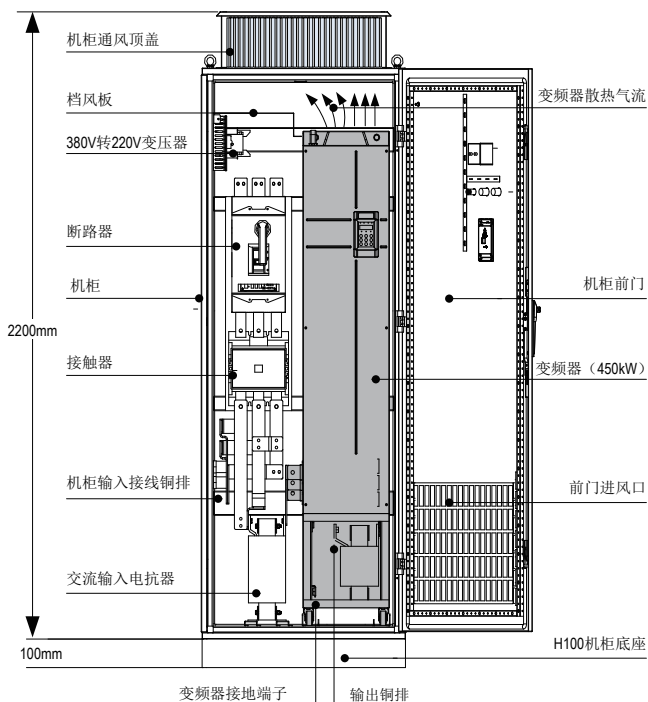

图 3-14 机柜布局推荐
- 在柜内安装时，请参照机柜布局示意图（如下图 3-14 所示），机柜框架为 2200*800*600（单位 mm，含 H200 机柜通风顶盖），为了确保机柜的安装，必须加上 H100 的机柜底座。要在柜内顶部安装档风板，防止 MD480 散热气流在柜内循环，在柜门下部必须开进风通风孔；